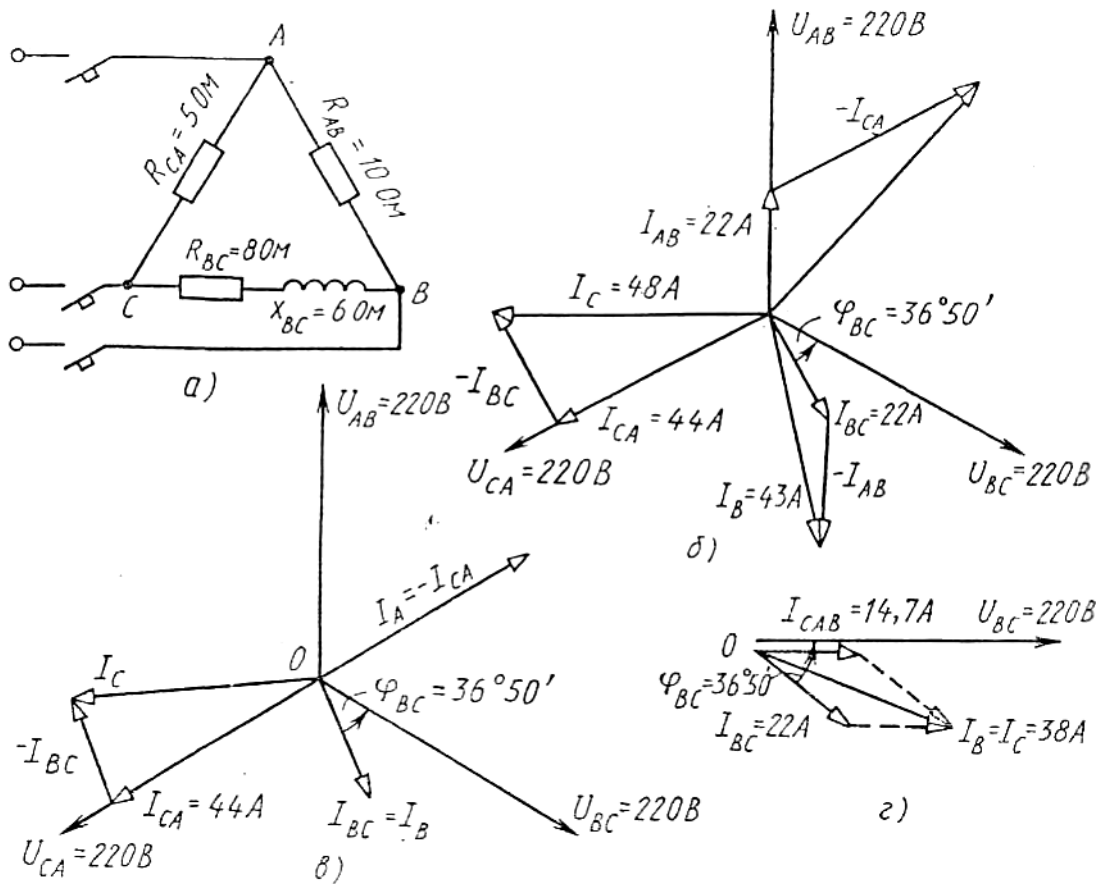

Рисунок 18.1
В трехфазную сеть включили треугольником несимметричную нагрузку (рис. 18.1, а): в фазу АВ - активное сопротивление $R_{AB} = 10$ Ом; в фазу ВС - индуктивное сопротивление $X_{BC} = 6$ Ом и активное $R_{BC} = 8$ Ом; в фазу СА - активное сопротивление $R_{CA} = 5$ Ом. Линейное напряжение сети $U_{НОМ} = 220$ В. Определить фазные токи и начертить векторную диаграмму цепи, из которой графически найти линейные токи в следующих случаях: 1) в нормальном режиме; 2) при аварийном отключении линейного провода А; 3) при аварийном отключении фазы АВ.
Для построения векторной диаграммы выбираем масштаб по току: 1 см = 10 А и напряжению: 1 см = 40 В. Затем в принятом масштабе откладываем векторы фазных (они же линейные) напряжений U_{AB} , U_{BC} , U_{CA} под углом 120° друг относительно друга (рис. 18.1, б). Затем откладываем векторы фазных токов: ток в фазе АВ совпадает с напряжением U_{AB} ; в фазе ВС ток отстает от напряжения U_{BC} на угол $\varphi_{BC} = 36^\circ 50'$; ток в фазе СА совпадает с напряжением U_{CA} . Затем строим векторы линейных токов на основании известных уравнений:
$\varphi_{BC} = 36^\circ 50'$ На (рис. 18.1, г) построена векторная диаграмма цепи. Из
3. Аварийное отключение фазы АВ. При этом ток в отключенной фазе равен нулю, а токи в двух других фазах остаются прежними. На (рис.18.1, в) показана векторная диаграмма для этого случая. Ток $I_{AB} = 0$; линейные токи определяются согласно уравнениям: $I_A = I_{AB} + (-I_{CA})$; $I_B = I_{BC} + (-I_{AB})$; $I_C = I_{CA} + (-I_{BC})$. Таким образом, только линейный ток I_C сохраняет свою величину; токи I_A и I_B изменяются до фазных значений. Из диаграммы графически находим линейные токи: $I_A = 44 \text{ А}$; $I_B = 22 \text{ А}$; $I_C = 45 \text{ А}$.